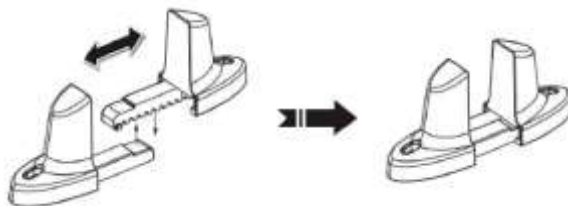

Рисунок 3-8: Сборка подставок для вертикальной установки (опция)
- 4) Соберите подставки для вертикальной установки (опция), установив шипы в пазы, в зависимости от размеров ИБП. См. **Рисунок 3-8**.